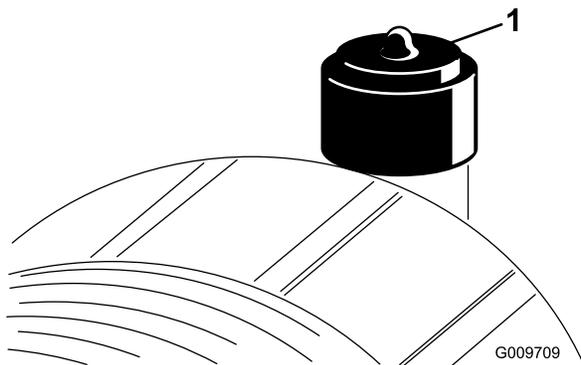

Figure 54
Faites l'entretien du filtre à air uniquement quand l'indicateur de colmatage (Figure 54) indique que cela est nécessaire. Changer le filtre à air prématurément ne fait qu'accroître le risque de contamination du moteur par des impuretés quand le filtre est déposé.
6. Réarmez l'indicateur de colmatage (Figure 54) s'il est rouge.